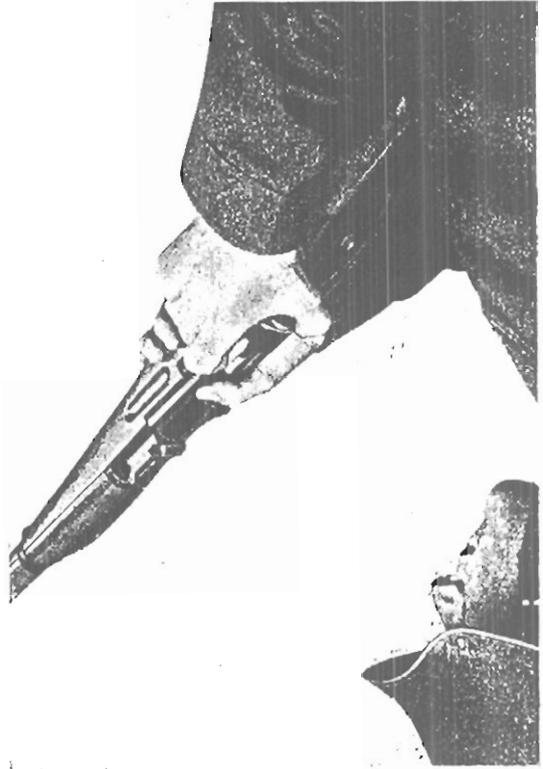

Fig. 36
- placer le pouce de la main gauche sur l'ouverture de charge (fig. 36),